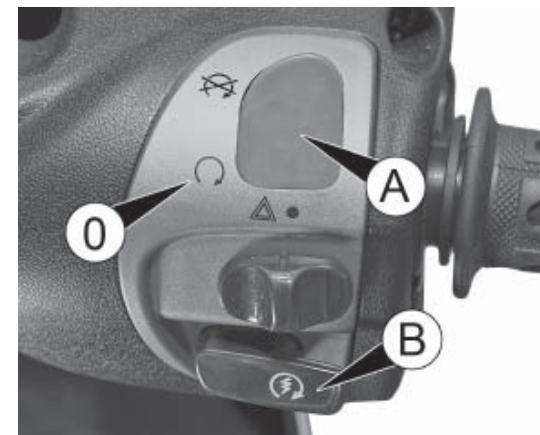

Abb. 2
- sicherstellen, dass sich die Taste A Abb. 2 in Position 0 befindet
- einen der beiden Bremshebel am Lenker ziehen (oder das Bremspedal drücken) und die Starttaste B Abb.2 drücken.